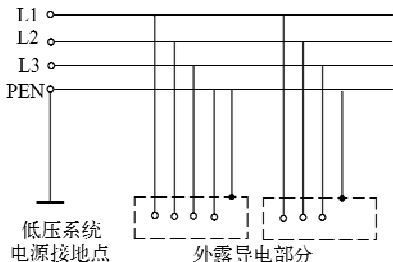

图 4-51 TN-C 系统接地
(3) TN-C 系统。整个系统的中性线与保护线是合一的,如图 4-51 所示。